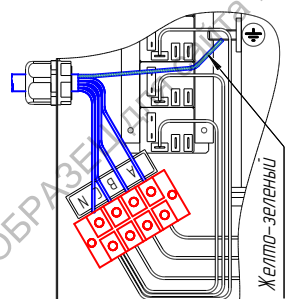

Рис.4 Схема подключения к 3х фазной сети
- Подключить водонагреватель к электросети 380В, 50Гц рис.4, для чего вводной кабель пропустить через кабельный ввод 7 (нижний), закрепить, затянув накидную гайку кабельного ввода. Фазные провода и нулевой провод следует подключить в соответствии с маркировкой на клеммную колодку.